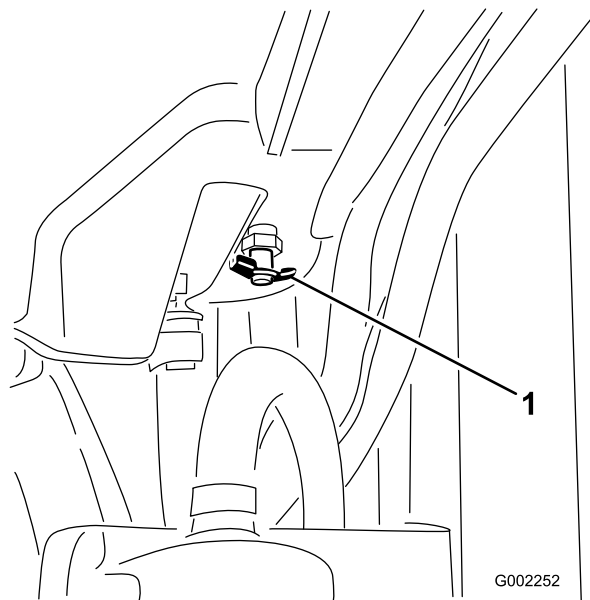

Рисунок 95
4. Откройте сливной кран и слейте охлаждающую жидкость в сливной поддон (Рисунок 95).
5. Закройте сливной кран (Рисунок 95).